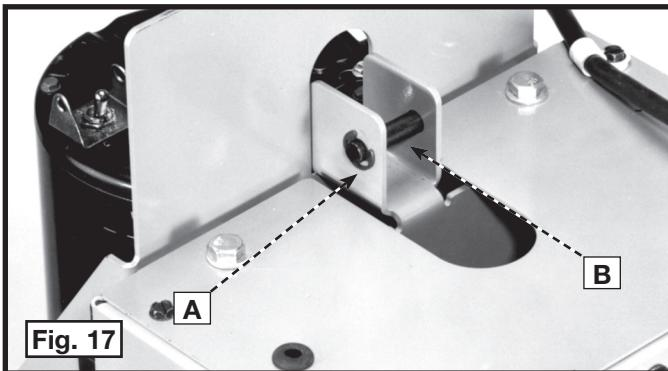

Fig. 17
1. Retirez la bague de retenue (A), fig. 17, puis la goupille de connexion (B).